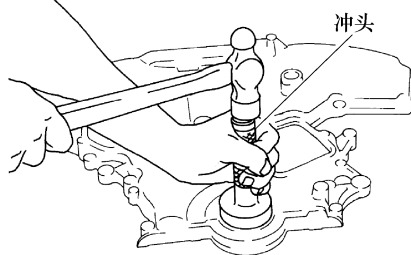

图 3-47 压下油封
② 彻底清除正时链条张紧器(主)背面和安装表面上的污垢及异物。
③ 安装后,请按下松紧导杆拉出限位销。
① 使用合适的冲头 [外直径: 60mm (2.36in)], 压下固定油封, 直至与前正时传动链室端面齐平, 见图 3-47。
② 确认环状螺旋弹簧已到位, 而密封唇还未翻转。